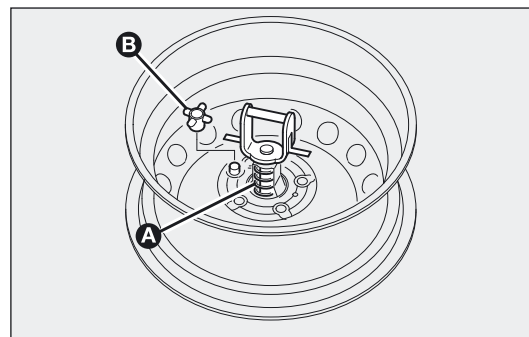

fig. 140
- ☐ plaats de steun A-fig 140 via het gat in de velg en maak hem vast aan de velg door de schroefdraadpen in een van de wielboutgaten te steken en de knop B vast te draaien;